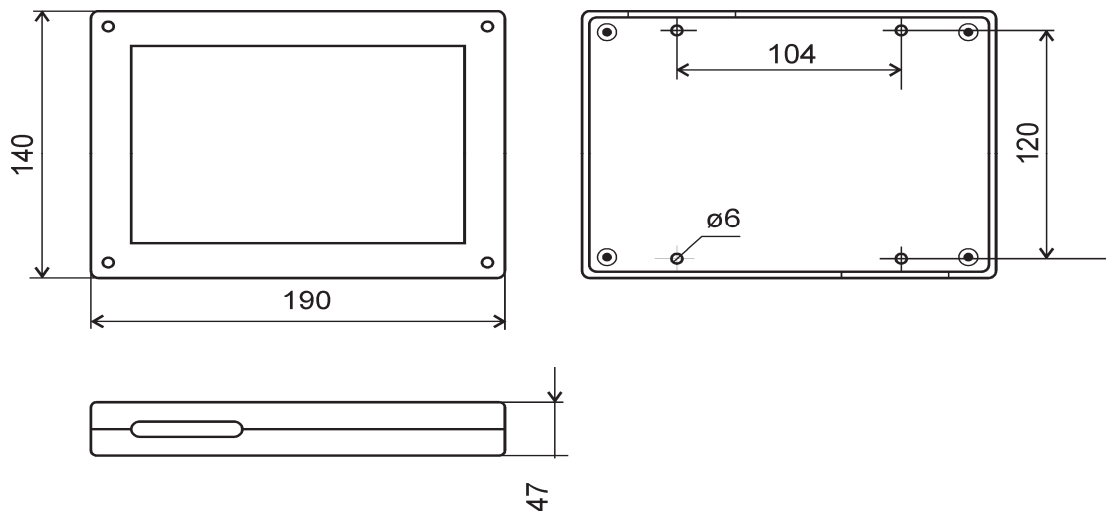

Рисунок 19
СФ-АР5008 поставляется в пластмассовом корпусе (рис.19). Корпус имеет съемную крышку, которая крепится с помощью четырех винтов. На задней стороне корпуса расположены 4 отверстия для крепления к стене. На торцах корпуса имеются монтажные отверстия.
- б) В соответствии с шаблоном на рис.19 установите модуль на стене. Установка модуля должна производиться на капитальной стене или перекрытии в местах, защищенных от атмосферных осадков, механических повреждений и доступа посторонних лиц.